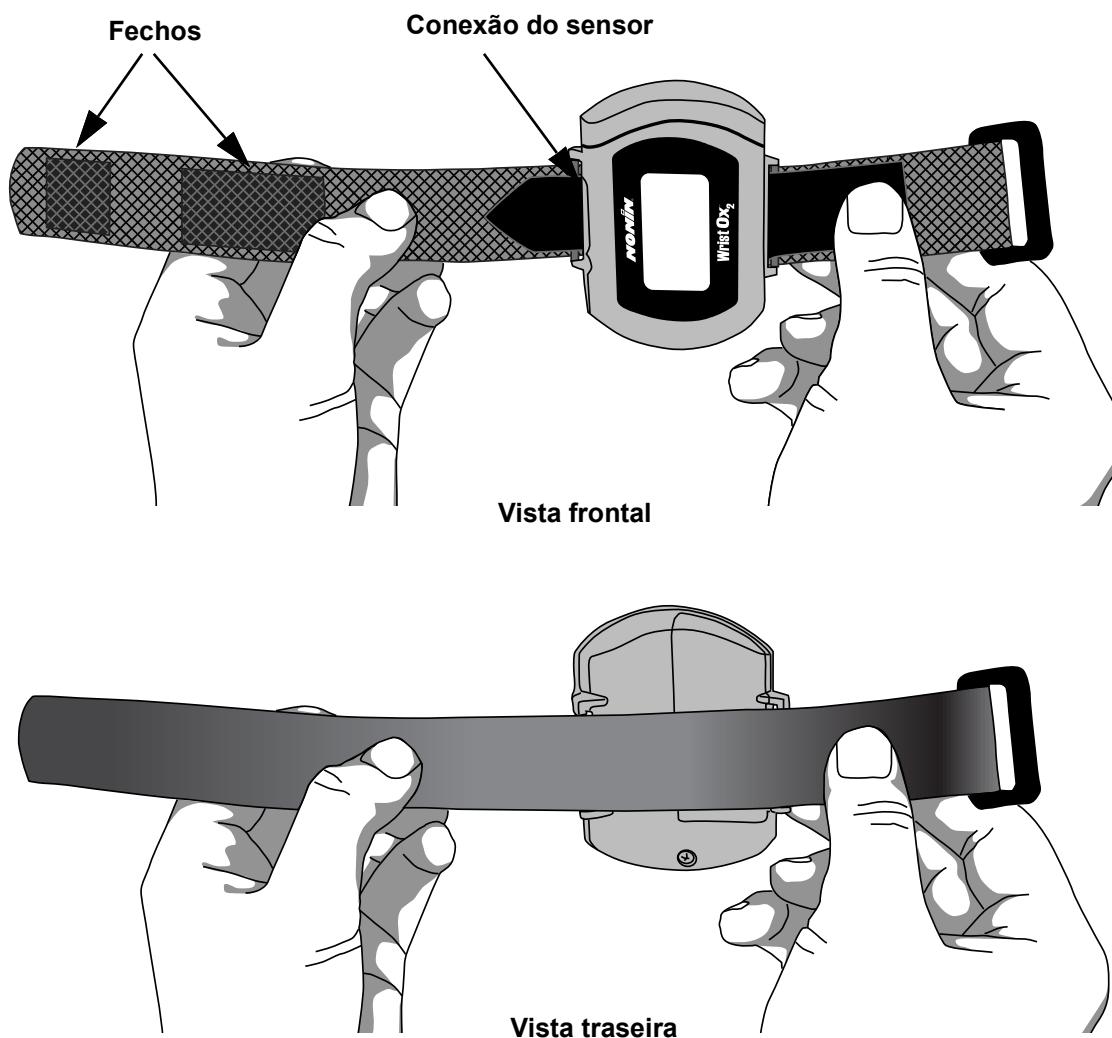

Figura 9: Aparelho com a Pulseira Colocada (Vista Frontal e Traseira)
As figuras 7 e 8 mostram como prender a pulseira ao aparelho. A figura 9 mostra a vista frontal e a traseira da pulseira colocada.
1. Verifique se a pulseira foi devidamente fixada ao aparelho (figura 9). Se a pulseira não estiver afixada ao aparelho, consulte “Como Colocar a Pulseira”.